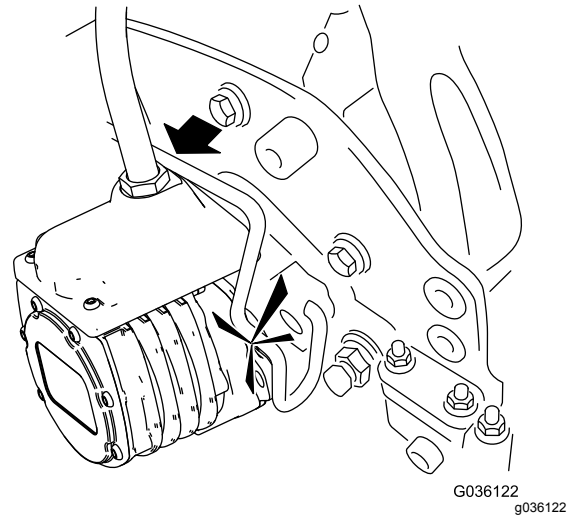

Figura 47
6. Spalmate del grasso pulito sull'albero scanalato del motore dell'apparato di taglio (Figura 47).
7. Inserite il motore nel lato sinistro dell'apparato di taglio (come mostrato dalla posizione dell'operatore) e tirate la barra di fissaggio del motore sull'apparato di taglio verso il motore stesso fino a udire chiaramente uno scatto da ambo i lati del motore (Figura 47).